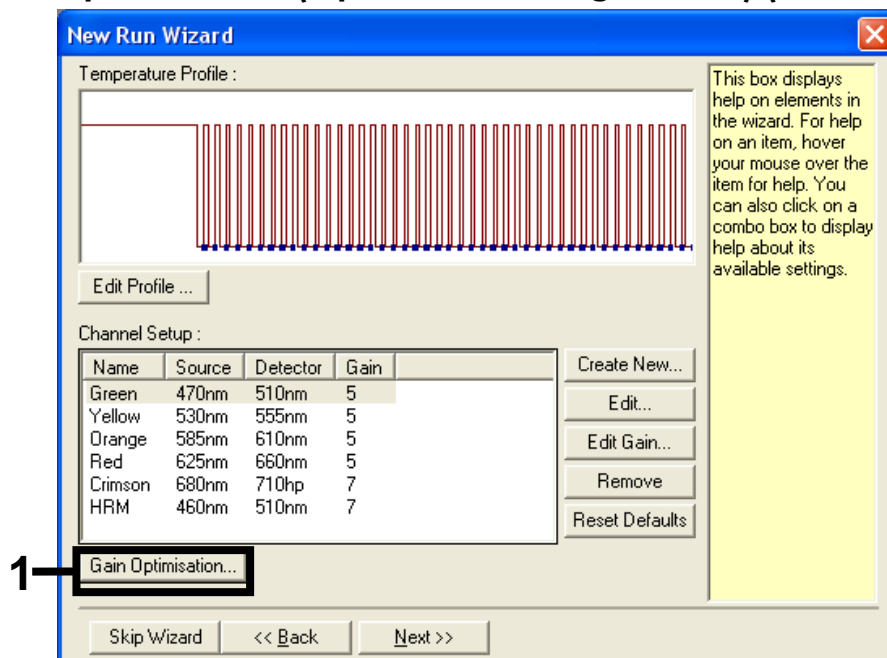

Ilustración 10. Optimización de la ganancia
13. En el cuadro de diálogo siguiente, haga clic en el botón "Gain Optimisation" (Optimización de ganancia) (Ilustración 10).